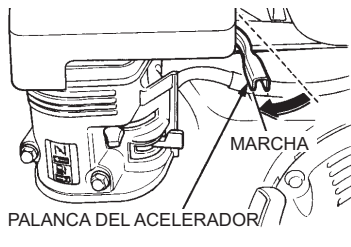

Figura 15. Palanca del acelerador (marcha)
2. Después de que se enfríe el motor, ponga el interruptor de **ENCENDIDO/APAGADO** del motor en la posición de **APAGADO** (vea la Figura 15).